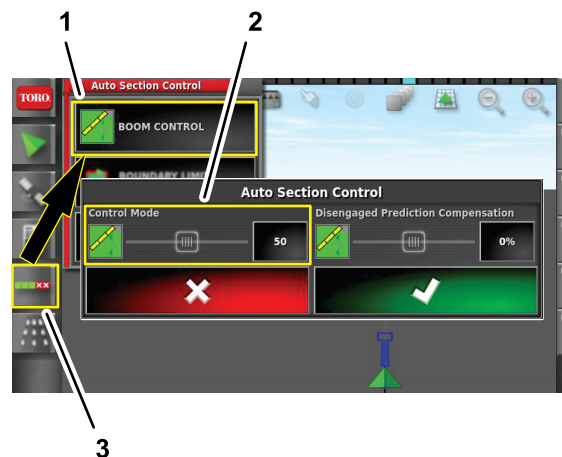

図 107
1. ASCアイコンを押す 図 107。
2. ブームコントロールアイコンを押す 図 107。